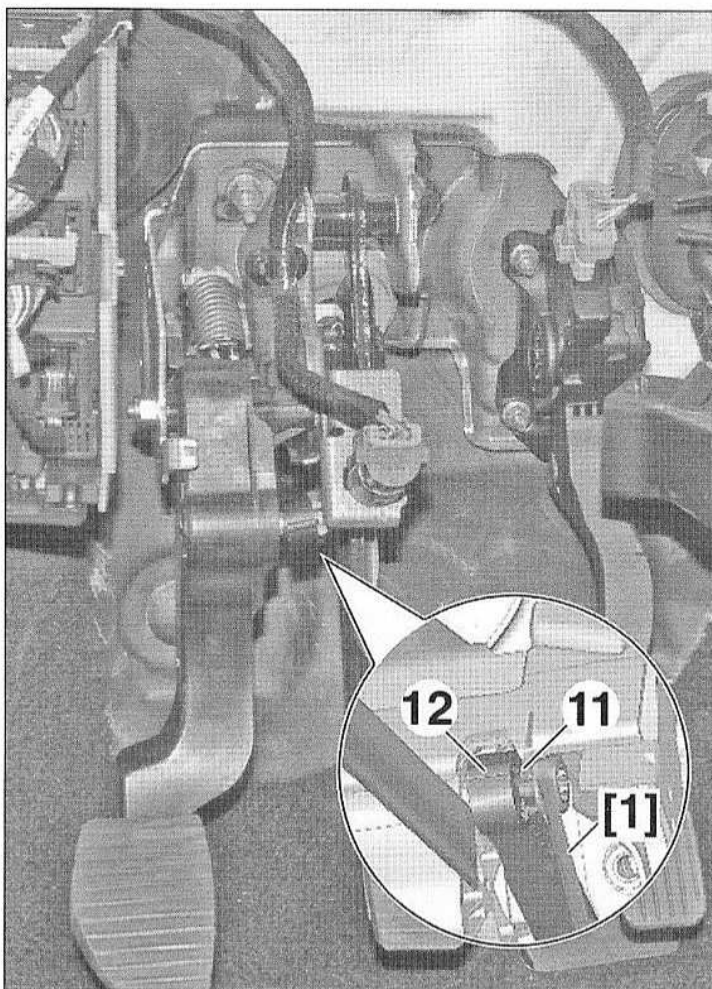

FIG.38
- A l'aide d'une clé de 10 mm [1], pincer les ergots du clip de verrouillage (11) (Fig.38).
- Libérer la tige de commande d'embrayage (12).
- Extraire le clip de verrouillage (11) du pédalier.